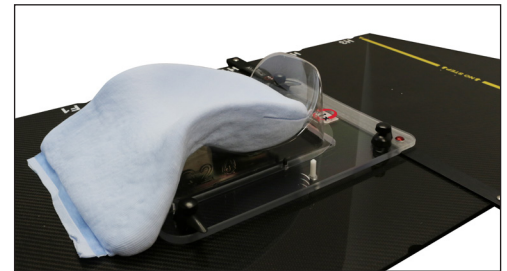

Figure 2
3. Utiliser un coussin MOLDCARE (si nécessaire) avec un support de tête Silverman pour obtenir le plus haut niveau de confort et de reproductibilité (Figure 2). (voir l'emballage MOLDCARE pour connaître les instructions de moulage)